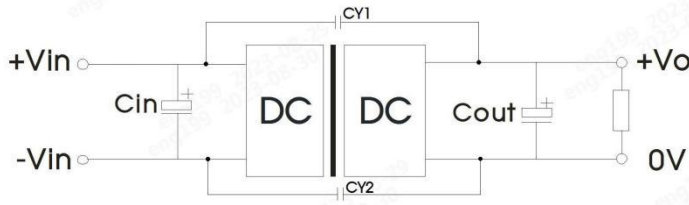

图 5
①所有该系列的 DC/DC 转换器在出厂前，都是按照（图 5）推荐的测试电路进行测试。
②若要求进一步减少输入输出纹波，可将输入输出外接电容 C_{in} 、 C_{out} 加大或选用串联等效阻抗值小的电容，但容值不能大于该产品的最大容性负载。